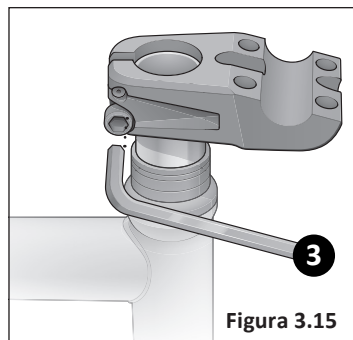

Figura 3.15
- 3 Sosteniendo el conjunto de la horquilla en su sitio, utilice una llave Allen de 6 mm y afloje los pernos de fijación de la potencia. Deslice la potencia hacia abajo en el tubo de dirección. **Figura 3.15**